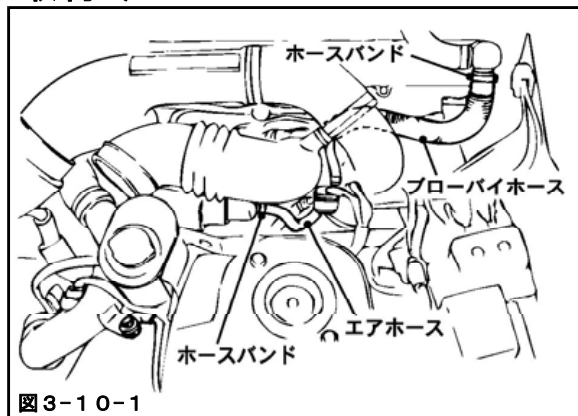

図3-10-1
- (1) ホースバンドを使用して、エアホース, ブローバイホースを取付けてください。(図3-10-1)